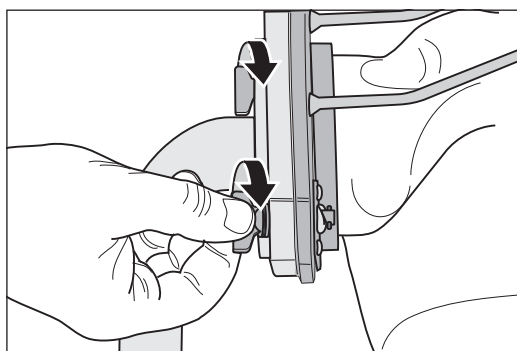

Abb. 6 Den Staubbeutel mit den Schnellverschlüssen befestigen.
- 6 Befestigen Sie den Staubbeutel mit den beiden Schnellverschlüssen am Aufnahme-Flansch (Abb. 6).